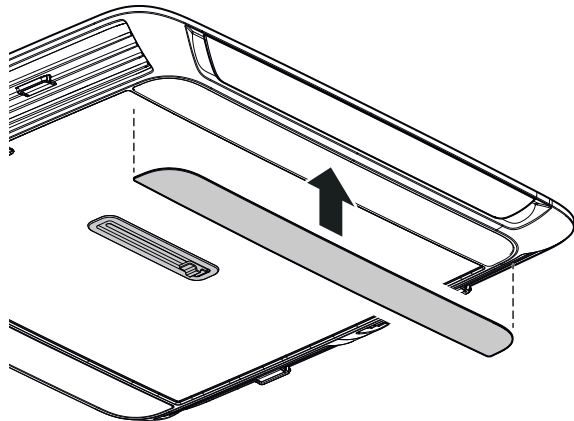

Abb. 27
- Beide Paneele unten auf Luftverteiler aufstecken (Abb. 27).